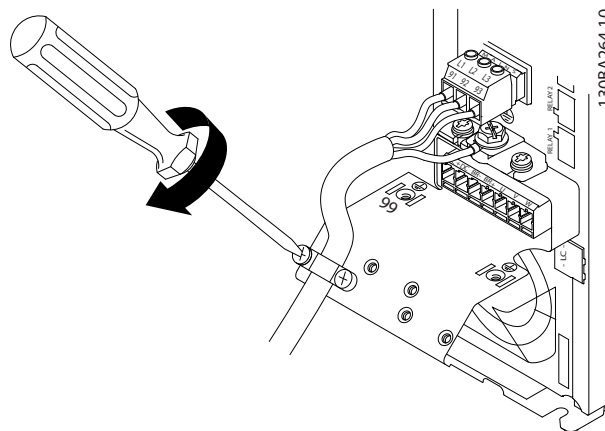

Ilustración 3.11 Montaje del bastidor de soporte
- Monte el bastidor de soporte a través de los cables de red y apriete los tornillos, como se muestra en la *Ilustración 3.11*.